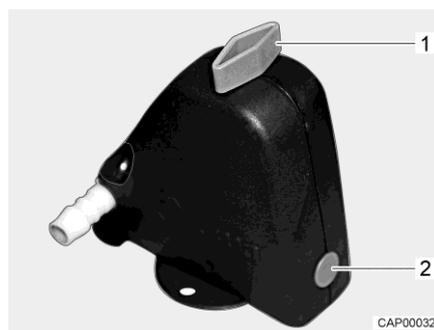
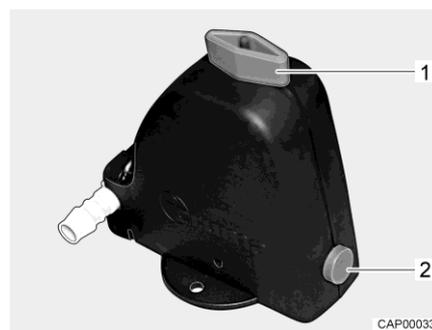

Fig. 92 Valve de sécurité et de vidange fermée
Fig. 93 Valve de sécurité et de vidange ouverte
- Ouvrir la valve de sécurité et de vidange (Fig. 92). Tourner le bouton rotatif (Fig. 92,1) dans le sens longitudinal par rapport à la valve de sécurité et de vidange. Le bouton-poussoir (Fig. 92,2) ressort. La valve de sécurité et de vidange ouverte est représentée à la Fig. 93.